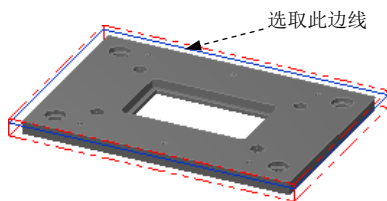
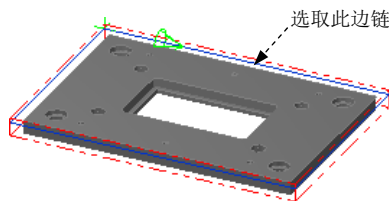

图 2.6 选取区域
图 2.7 定义区域
Step3. 设置加工区域。在图形区中选取图 2.6 所示的边线，系统自动选取图 2.7 所示的边链。单击 按钮，完成加工区域的设置，同时系统弹出“2D 刀具路径-平面铣削”对